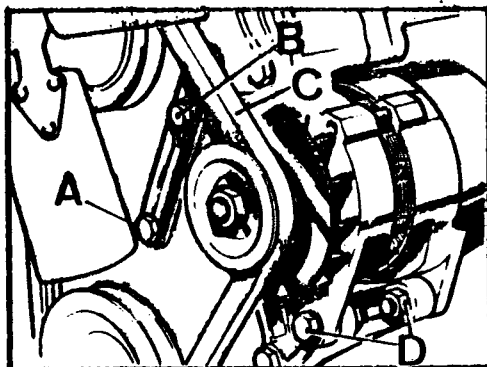

Fig. A3-17 Desmontaje del alternador
- 1.4. Aflojar el tornillo, A (Fig. A3-17) del tensor y desmontar el, B, que fija dicho tensor con el alternador.
- 1.5. Pivotar el alternador hacia el motor y desconectar la correa, C (Fig. A3-17) de su polea.
- 1.6. Desmontar los tornillos y tuercas, D (Fig. A3-17), que fijan el alternador al soporte y extraer dicho alternador.
- 1.3. Aflojar el tornillo del tensor, B (Fig. A3-17); pivotar el alternador hacia el motor y desconectar la correa de accionamiento.